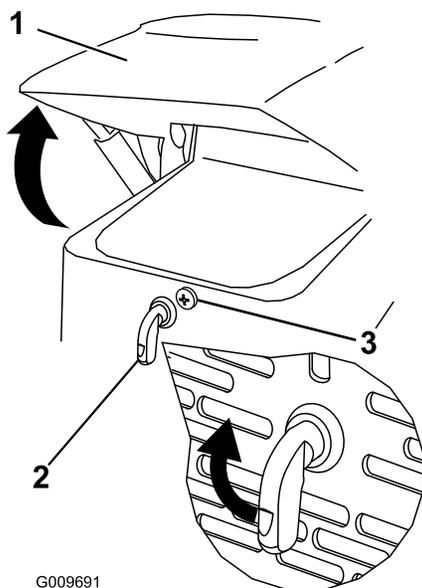

Figura 21
1. Allentate la vite di bloccaggio del cofano (Figura 21)
3. Serrate la vite di bloccaggio del cofano per fissare il dispositivo di chiusura (Figura 21).
2. Girate il fermo del cofano in senso orario (Figura 21).
3. Ruotate il cofano verso l'alto (Figura 21).